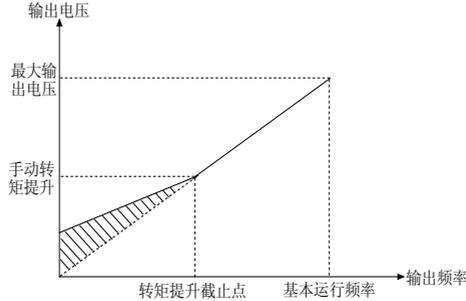

图 5-9-3 手动转矩提升
- ◆ 为了补偿低频转矩特性, 可对输出电压作一些提升补偿。本功能码设为0.0%时为磁通矢量控制, 设为非0%时为手动转矩提升方式, 如图5-9-3。
- ◆ 该功能定义手动转矩提升的截止频率, 见图5-9-3。该截止频率适用于P9.00确定的任何V/F曲线。